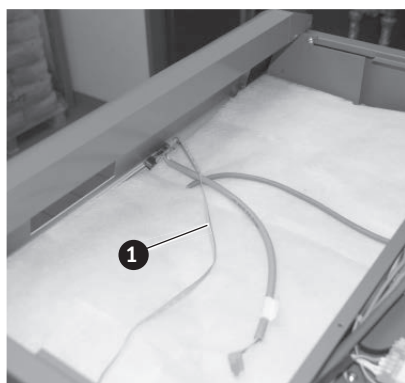

Fig. 69 Collegare il cavo LON
- Collegare il cavo LON alla barra LED – Fig. 69, Fig. 70.